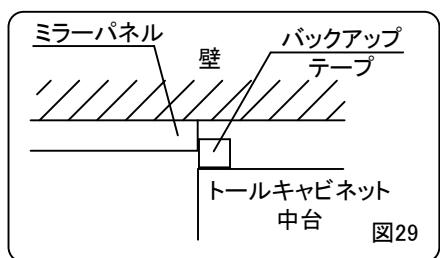

図29
- ③付属のバックアップテープを中台キャビネット背面のミラーパネル側に取付けてください。(図29)